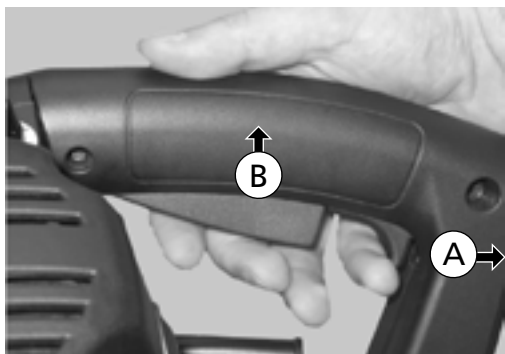

Fig. 11
Para arrancar la sierra de cinta pulsar primero hacia atrás el accionador de desbloqueo (A) y luego hacia arriba el accionador de marcha (B) - (Fig. 11).